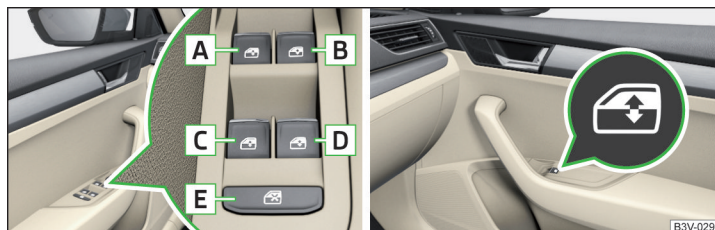

Fig. 40 Tastele pentru acționarea geamurilor
Tastele pentru acționarea geamurilor » fig. 40
- După deschiderea portierei șoferului sau a pasagerului față, operarea geamurilor va mai fi posibilă numai de la butonul **A** » fig. 40, prin apăsarea, respectiv tragerea acestuia pentru cca. 2 secunde.
- **sau:** Decuplați contactul, deschideți portiera șoferului și mențineți butonul **A** până la capăt în poziție de deschidere » fig. 40 la pagina 60.
- **sau:** Decuplați contactul, deschideți portiera șoferului și mențineți butonul **A** până la capăt în poziție de închidere » fig. 40 la pagina 60.